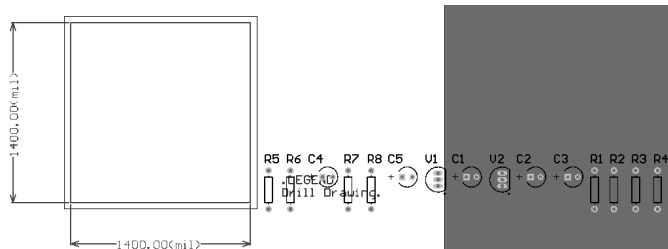

图 3.2.23 导入元器件封装的 PCB 图
(2) 取消选中下面一栏中的“Add Rooms”复选框，单击“Validate Changes（使变化生效）”按钮，若没有错误，继续单击“Execute Changes（执行更改）”按钮，系统将执行所有的更改操作，如果执行成功，“Status（状态）”栏下的“Done（完成）”列表栏将全部被选中。单击“Close（关闭）”按钮退出。PCB 板编辑区成为如图 3.2.23 所示的形式。元器件封装已导入当前 PCB 文件中，PCB 文件被更新。